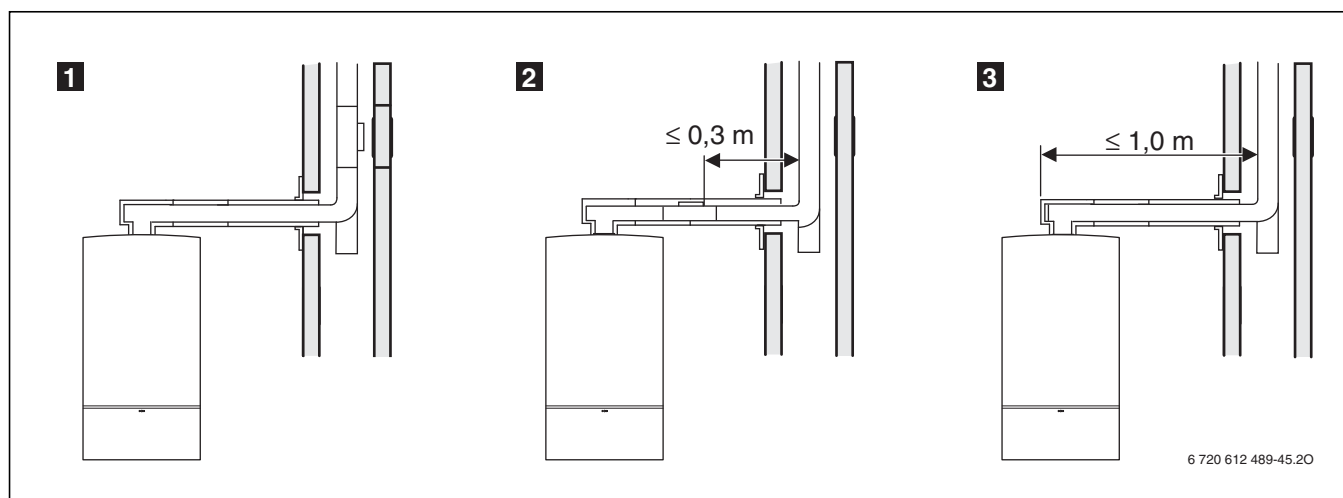

Bild 73
- 1** im senkrechten Teil der Abgasanlage direkt oberhalb der Einführung des Verbindungsstückes (Bild 73) **oder**
- 2** seitlich im Verbindungsstück höchstens 0,3 m entfernt von der Umlenkung in den senkrechten Teil der Abgasanlage (Bild 73) **oder**
- 3** an der Stirnseite eines geraden Verbindungsstückes höchstens 1,0 m entfernt von der Umlenkung in den senkrechten Teil der Abgasanlage (Bild 73).